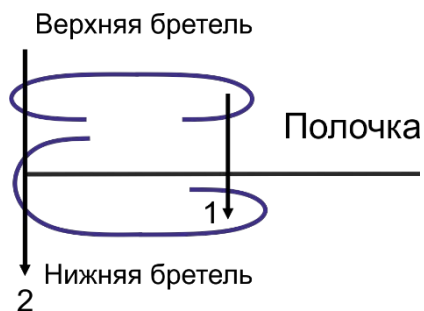

Рис. 2
24. Притачайте верхние и нижние части бретелей к полочке и спинке по пунктирной линии. Строчка должна остаться внутри! Отогните бретели на лицевую сторону и приутюжьте (Рис. 2, строчка 1)
25. Заутюжьте боковые срезы бретели внутрь и настрочите по краю на расстоянии 1 мм от сгиба отделочную строчку (Рис. 2. Строчка 2).